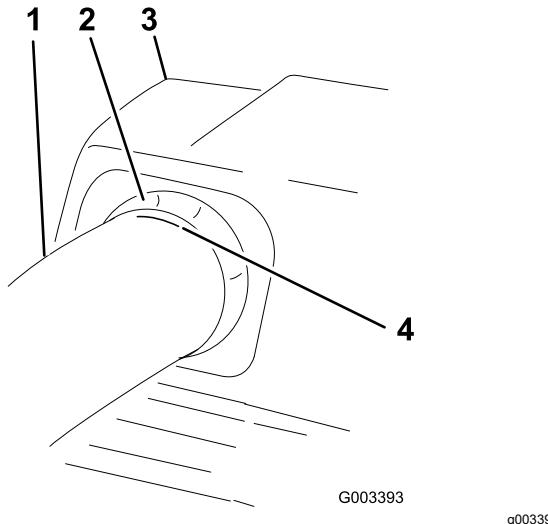

Figura 25
- Una vez que obtenga la medida de 19 mm, marque el tubo superior en el exterior, en el punto donde sobresale el sello de goma (Figura 25).
11. Compruebe que la marca hecha en Figura 25 está todavía en su lugar.